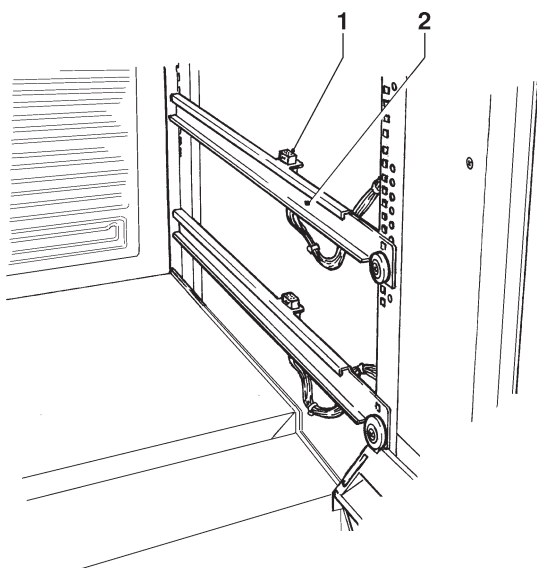

Fig. 25
- Desplazar las guías (véase la fig. 25) colocadas sobre los soportes laterales excepto las primeras de abajo que permanecen en la misma posición.